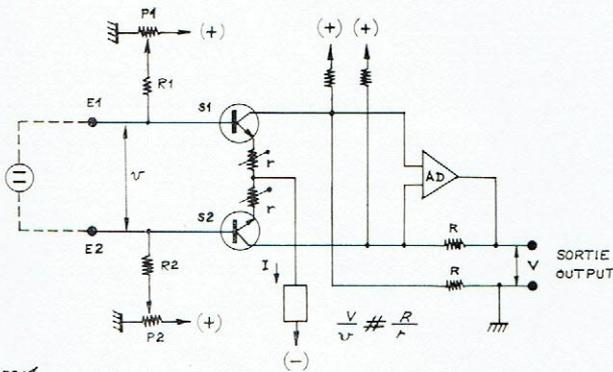

Figure : 1
La figure 1 détaille le principe du montage : les deux bornes d'entrée (E1) et (E2) sont connectées à la source, commandant les deux bases des transistors (S1) et (S2) dont les émetteurs sont alimentés à courant constant par un générateur (I) de façon à produire une réjection importante du « mode commun » (potentiel moyen de la source par rapport à la masse).